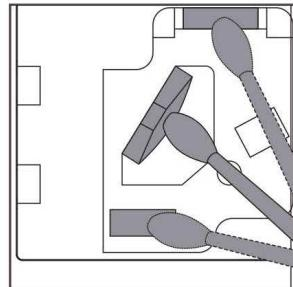

Рис. 10
- очистите датчик влажной палочкой для чистки ушей, а затем протрите сухой палочкой (рис. 10)